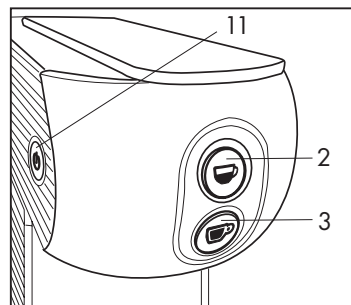

Abb. 11
- Stellen Sie sicher, dass keine Kapsel eingesetzt wurde und schalten Sie das Gerät über den Hauptschalter (11) ein.
- Schließen Sie die Halterung (10) für die kleine Tasse und stellen Sie eine große Tasse unter die Abgabedüse (4)
**Große Tasse:** Drücken Sie die Taste (3) und halten Sie sie gedrückt. Das Wasser beginnt heraus zu fließen. Wenn die gewünschte Wassermenge abgegeben worden ist, die Taste (3) wieder loslassen. Die Wasserabgabe wird dadurch gestoppt und die Wassermenge wird gespeichert. **(Abb. 11)**
**Kleine Tasse:** Drücken Sie die Taste (2) und halten Sie sie gedrückt. Das Wasser beginnt heraus zu fließen. Wenn die gewünschte Wassermenge abgegeben worden ist, die Taste (2) wieder loslassen. Die Wasserabgabe wird dadurch gestoppt und die Wassermenge wird gespeichert. **(Abb. 11)**